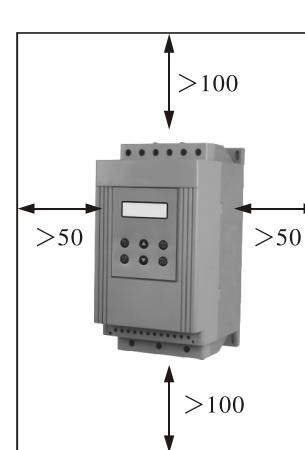
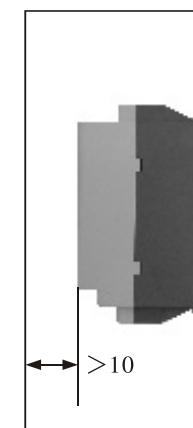

图3.1
图3.2
- 安装方向与距离：为了确保软起动器在使用中具有良好的通风及散热条件，软起动器应垂直安装，并在设备四周留有足够的散热空间，如图3.1、图3.2，图中为允许的最小距离。